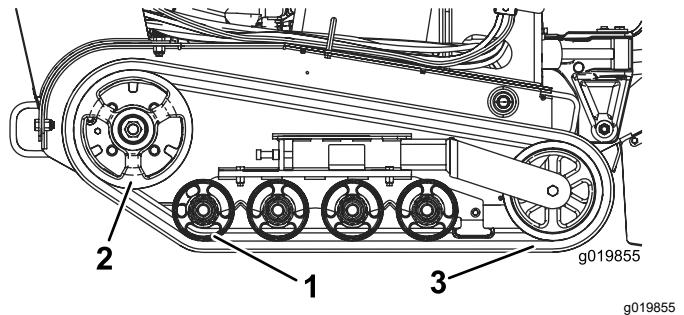

Bild 44
Wichtig: Reinigen Sie die Straßenräder und das Antriebsrad gründlich (Bild 44). Die Straßenräder sollten sich in sauberem Zustand ungehindert drehen.
8. Legen Sie die neue Kette, beginnend beim Antriebsrad, um das Rad und stellen Sie sicher, dass die Stollen an der Kette zwischen die Distanzstücke am Kettenrad passen (Bild 44).
9. Drücken Sie die Kette unter und zwischen das hintere und mittlere Straßenrad (Bild 44).